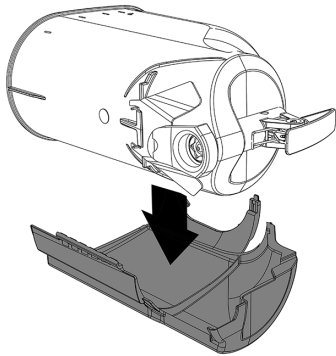
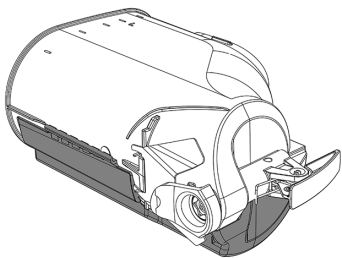

figura 5
figura 6
**1** Apoye la parte derecha del recuperador sobre una superficie. Coloque el recipiente en su interior.(ver figura 5)(ver figura 6).